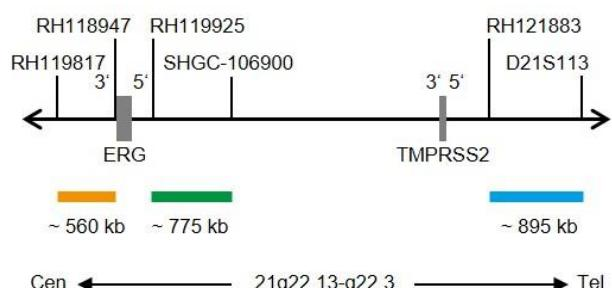

Fig. 1: SPEC ERG/TMPRSS2 Mapa da sonda (sem escala)
- Polinucleótidos (~10 ng/μl) com marcação ZyGreen (excitação 503 nm/emissão 528 nm), dirigidos ao mapeamento de sequências alvo em 21q22.2* (chr21:40,078,039-40,850,582) distais à região de quebra do ERG (ver Fig. 1).
- Polinucleótidos (~4.5 ng/μl) com marcação ZyOrange (excitação 547 nm/emissão 572 nm), dirigidos ao mapeamento de sequências alvo em 21q22.13-q22.2* (chr21:39,171,790-39,733,849) proximais à região de quebra do ERG (ver Fig. 1).
- Polinucleótidos (~37.0 ng/μl) com marcação ZyBlue (excitação 418 nm/emissão 467 nm), dirigidos ao mapeamento de sequências alvo em 21q22.3* (chr21:43,301,411-44,195,531) distais à região de quebra do TMPRSS2 (ver Fig. 1).